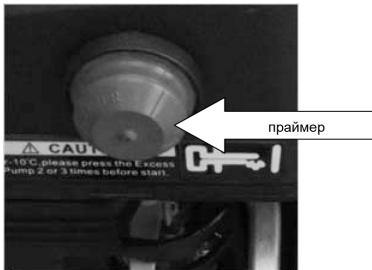

Рис.24
5. Установите выключатель в положение ON(Вкл). Нажмите и удерживайте кнопку запуска (A) электрического стартера (Рис.24).